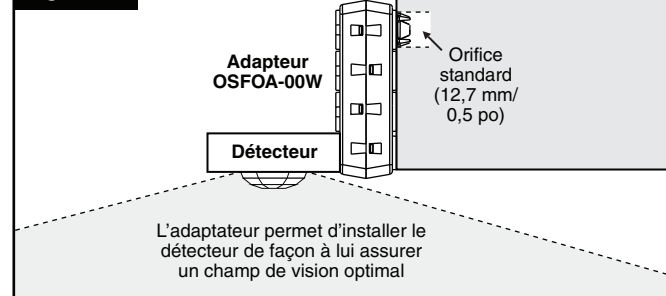

Figure 3
- Glisser le contre-écrou sur les fils et le visser (tourner vers la droite) sur le raccord de manière à bien assujettir le détecteur, en s'assurant que la lentille soit orientée vers l'espace à contrôler (champ de vision). SERRER en exerçant un couple de 4 pi-lb (**NE JAMAIS DÉPASSER 5 pi-lb - figure 3**).